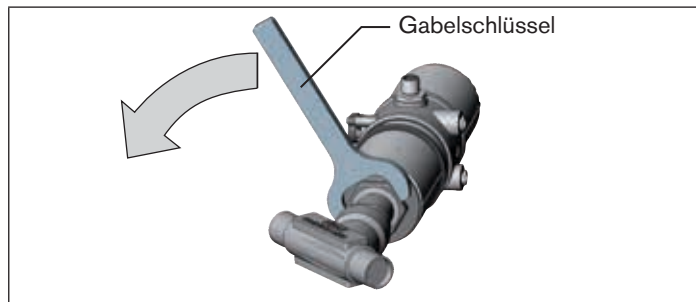

Bild 5: Drehen mit Gabelschlüssel
- ▶ Den Antrieb **nur im vorgegebenen Richtungssinn** drehen (siehe „Bild 5“)!